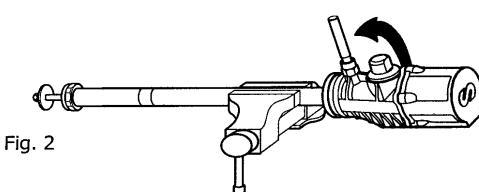

Fig. 2
4. Unscrew the air motor body (15) from the suction tube (47) using a threaded rod or a pipe wrench (fig. 2), and pull it out until it stops. The union nut (37) will be visible after cleaning the grease from the rod.
4. Desenroscar el cuerpo motor (15) del tubo de aspiración (47) usando una varilla roscada (Fig. 2), y extraerlo hasta que haga tope. Quará a la vista la tuerca de conexión (37).
3. Séparer le corps du moteur d'air (15) du tube d'aspiration (47) à l'aide d'une tige filetée (voir Fig.2) et desserrer jusqu'à atteindre la butée. Dès lors, l'écrou prolongateur (37) devrait être visible.